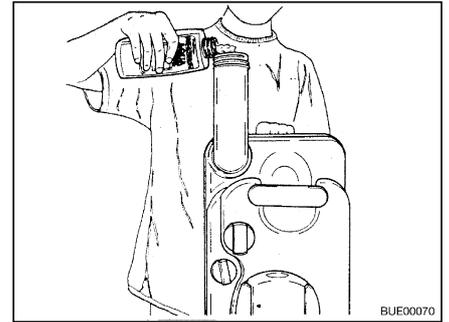

Fig. 271 Rifornimento di liquido sanitario
- Versare la quantità indicata di liquido sanitario nel serbatoio fecale (Fig. 271).